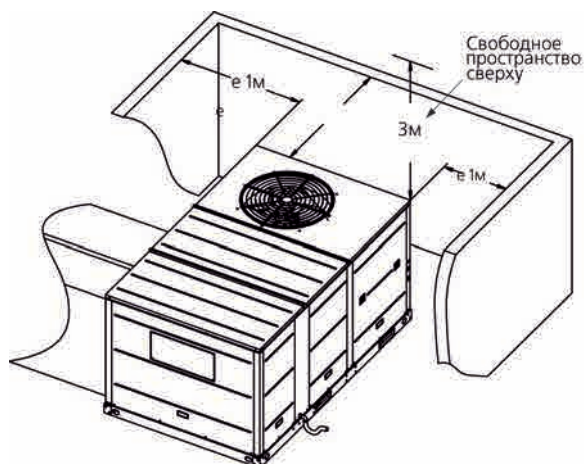

Рис. 4-1
- Рекомендованное свободное пространство при установке одного кондиционера показано на рис. 4-1.